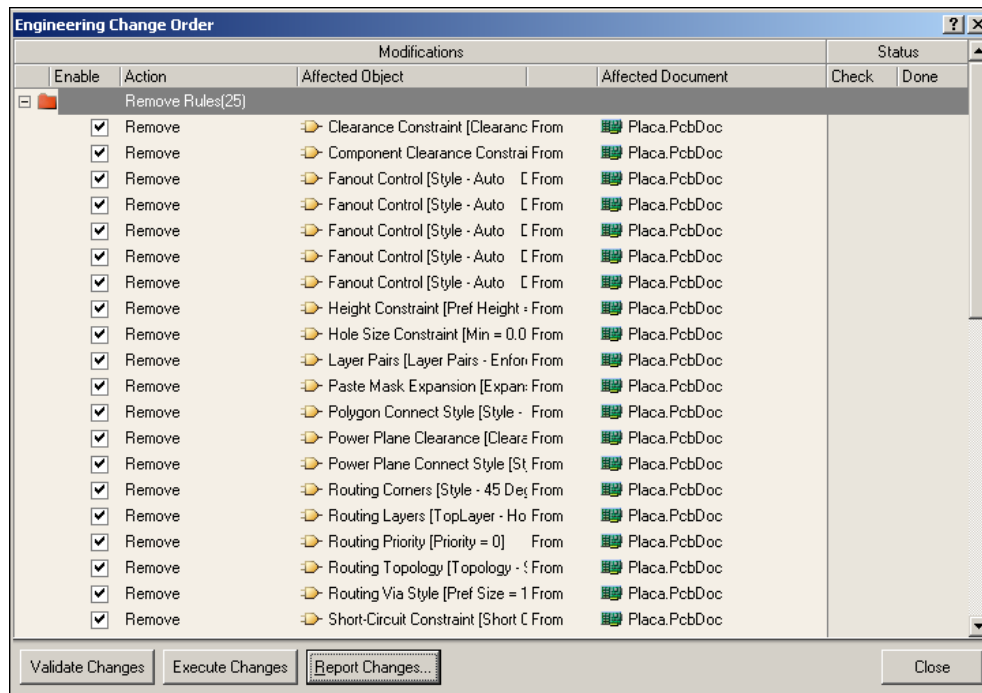

Figura 11. Engineering Change Order
- Apareix un nou menú figura 11:
En el menú de la figura 11: